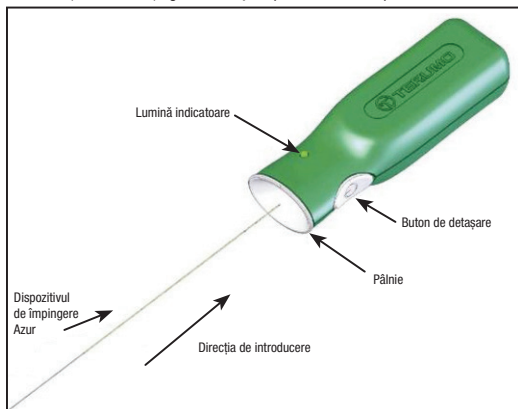

Figura 4 – Dispozitivul Azur pentru controlul desprinderii
12. Deschideți punga obturatorului vascular Azur și extrageți bucla de derulare din aceasta. Înainte de utilizare îndepărtați până de pe bucla de distribuitor. În timp ce mențineți pe loc implantul obturatorului vascular Azur și dispozitivul de introducere, trageți dispozitivul de împingere din bucla de derulare astfel încât capătul proximal al dispozitivului de împingere să fie vizibil. Procedați cu atenție pentru a nu contamina acest capăt al dispozitivului de împingere cu substanțe străine cum ar fi sânge sau agent de contrast. Introduceți ferm capătul proximal al dispozitivului de împingere în secțiunea pâlnie a dispozitivului de control al detașării. Consultați figura 4. **Nu apăsați butonul de detașare în acest moment.**
31. Conectați capătul proximal al dispozitivului de împingere la dispozitivul de control al detașării Azur prin împingere fermă în secțiunea palniei a acestuia. Consultați figura 4.